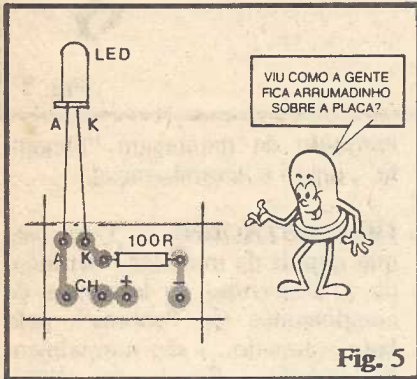
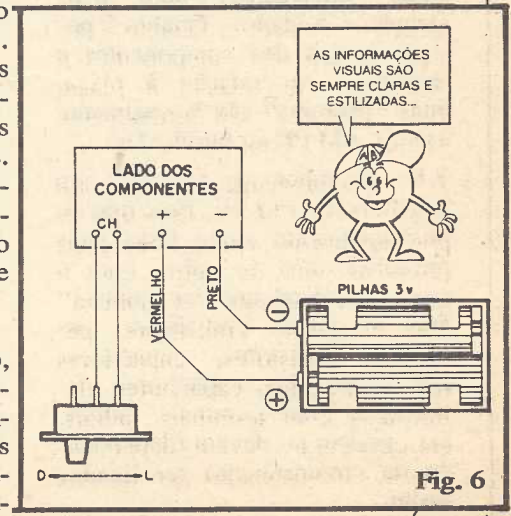

Fig. 5
Fig. 6
- **FIG. 5** - O diagrama de montagem propriamente, que mostra sempre o **LADO NÃO COBREADO DA PLACA**, com os componentes já posicionados, é, aqui em ABC (e nas outras publicações da **KAPROM EDITORA**...) chamado de "**CHAPEADO**" (um termo antigo, "do tempo da válvula" e que sobreviveu no jargão de Eletrônica, até hoje...). Notar que o chapeado é sempre mostrado também em **tamanho natural** (escala 1:1) e não passa de uma visão "do outro
- **FIG. 6** - Depois do chapeado (que mostra a placa pelo lado não cobreado, com os principais componentes devidamente posicionados - ver fig. 5), nas instruções contidas em ABC surgirá **sempre** o **DIAGRAMA DE CONEXÕES EXTERNAS À PLACA**. Conforme fica claro na fig. 6, nesse importante diagrama a placa será **sempre vista ainda pelo lado dos componentes** (não cobreado, como no chapeado...). Porém, para facilitar a visualização, nos diagramas de conexões externas, os componentes **sobre** a placa são “ignorados” (não são mostrados, uma vez que já foram vistos no chapeado...). Apenas as ilhas periféricas, normalmente posicionadas na borda da placa e especificamente destinadas às conexões externas, permanecem mostradas e devidamente codificadas e identificadas. A visualização das peças ou componentes externos, respectivas ligações e todos os detalhes técnicos necessários, são **sempre** fornecidos no diagrama (polaridades, posições, eventuais codificações de cores em fios, sentido de acionamento de controles, chaves, potenciômetros, etc.). Por razões técnicas de desenho e espaço, esses complementos externos à placa, **nem sempre** são mostrados em escala, ou seja: suas dimensões relativas podem não “bater” com os tamanhos reais das peças. A fig. 6 mostra um caso típico dessa desproporção inevitável: a chave H-H (interruptor) é mostrado quase do tamanho do suporte com as pilhas, quando, na verdade, é muito mais pequena em relação a este. Essa “quebra” de proporções ocorre por ser inevitável o eventual detalhamento justamente das peças menores e suas conexões. Em detrimento da “perfeita geometria” da figura, temos então - como vantagem - uma informação mais perfeita e detalhada, sobre “o que está ligado onde”.
ca, basta friccioná-la com palha de aço fina ("Bom Bril") ou lixa fina, até que o cobre se mostre brilhante. Já os terminais de componentes ou pontas de fios, devem ser raspados com uma lâmina ou estilete, também até que fiquem brilhantes. Isso feito o componente pode ser assentado no lado não cobreado, tendo seus terminais convenientemente dobrados e "enfiados" nos respectivos furos (respeitando as indicações do chapeado, como na fig. 5). Em seguida, procede-se à soldagem: